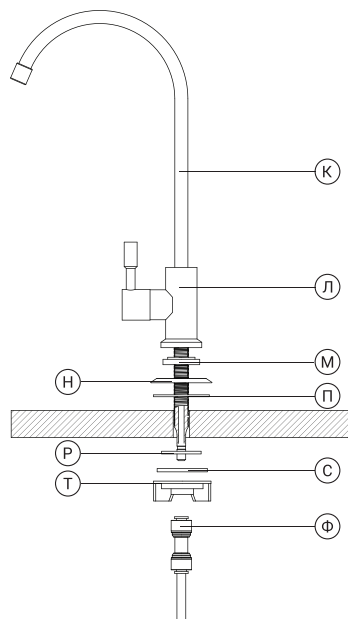

Рис. 11
2. Удалите транспортную заглушку и произведите монтаж крана (рис. 11) в следующей последовательности: